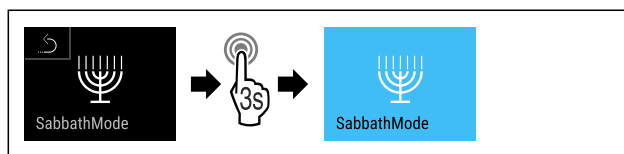

Fig. 12
- ▶ Proveďte kroky postupu (viz Fig. 12).